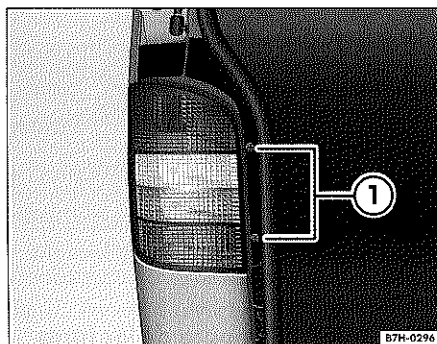

Fig. 41 Desmontaje del grupo óptico trasero
- Desenrosque los dos tornillos de estrella del grupo óptico ⇒ página 102, fig. 41 ① con la hoja correspondiente del destornillador de las herramientas de a bordo.